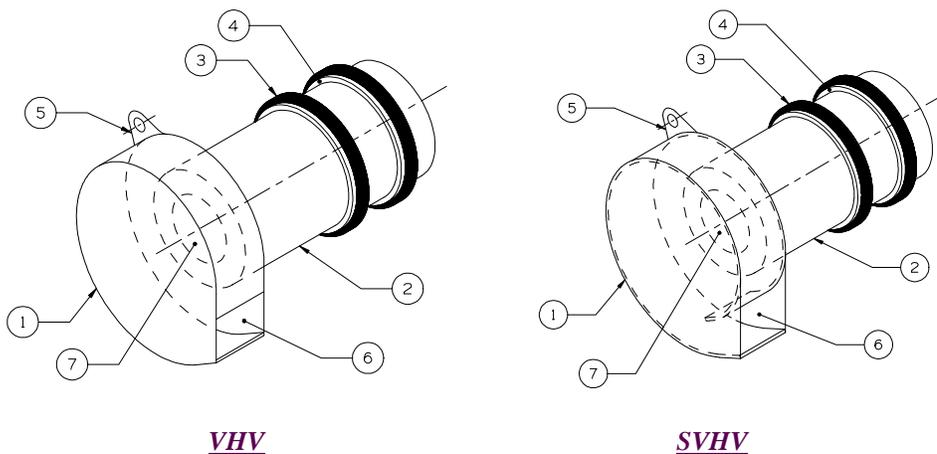

FIGURE 1: RÉGULATEUR DE DÉBIT À VORTEX HYDROVEX® VHV / SVHV
Les régulateurs de débit **HYDROVEX® VHV / SVHV** (voir **Figure 1**) sont des appareils entièrement fabriqués en acier inoxydable. Chacun est constitué d'un corps (1) à l'intérieur duquel s'effectue le contrôle du débit. Un manchon (2) est soudé au corps pour permettre son insertion convenable à l'intérieur du tuyau de sortie du regard. Deux joints toriques (3) en caoutchouc assurent l'étanchéité et le maintien du manchon dans le tuyau. Deux barres soudées (anneau de retenue) (4) au manchon empêchent les joints toriques de se déplacer durant l'installation et le fonctionnement du régulateur.